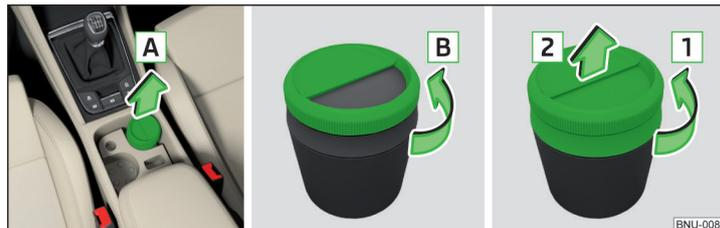

Abb. 121 Aschenbecher herausnehmen / öffnen / zerlegen
- › Den Aschenbecher in Pfeilrichtung **A** herausnehmen » **Abb. 121**. Das **Einsetzen** erfolgt in umgekehrter Reihenfolge.